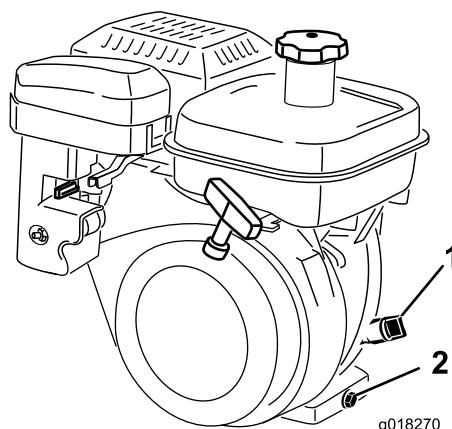

図 34
- 機体が水平になるように駐車し、オイルゲージの周囲をきれいに拭く図 34。
3. オイルゲージを左に回して抜きとる図 34。
2. 機体下にあるドレンプラグの下に廃油受けを置く図 34。ドレンプラグをゆるめる。